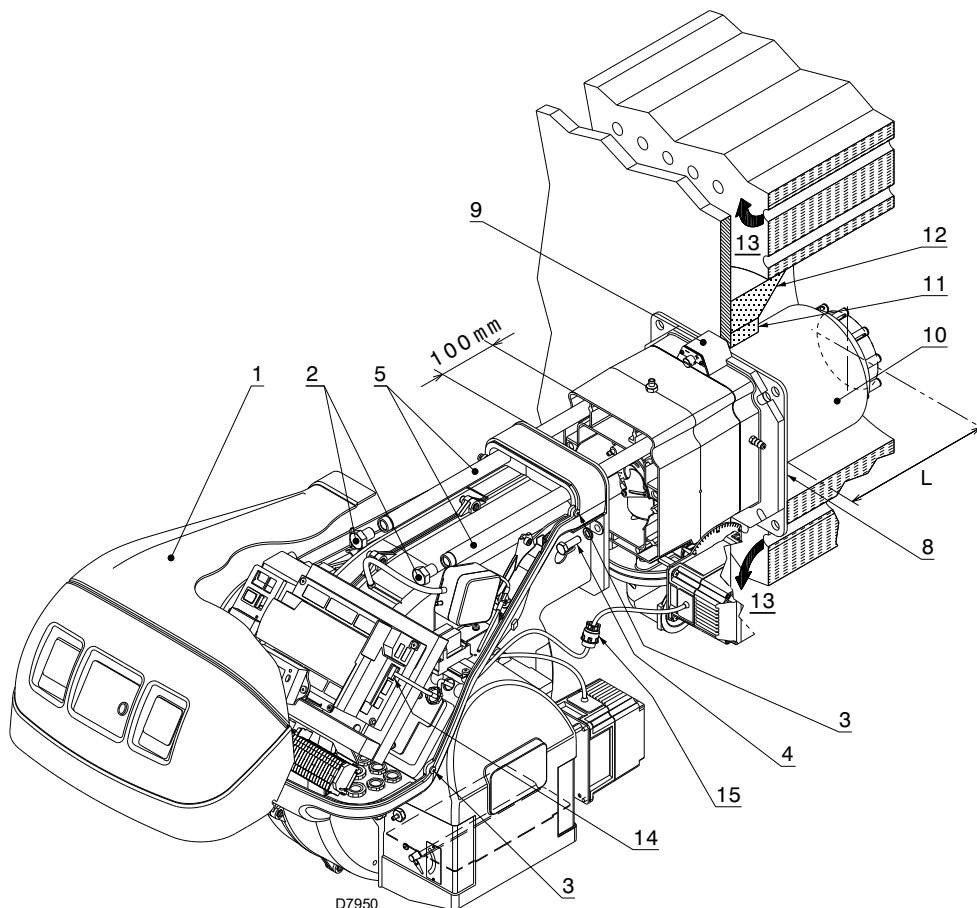

Fig. 17
Pentru centralele cu trecere frontală a gazelor arse 13)(Fig. 17) sau cu cameră de flacără inversă, o căptușeală refractară 11), între căminul refractar 12) și duza 10).
Separați capul de ardere de restul arzătorului, ca în Fig. 17; procedați după cum urmează:
- reasamblați arzătorul pe ghidajele 3) la aprox. 100 mm de manșon 4) - arzătorul în poziția indicată în Fig. 17;
- conectați fișa servomotorului 14)(Fig. 17) și înșurubați presetupa cablului 15);